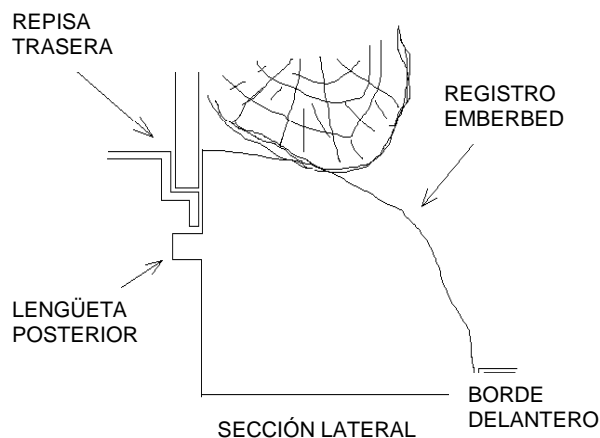

FIGURA 5
2. Localice e instale los dos tornillos en el soporte del control remoto. Coloque nuevamente los troncos insertando la lengüeta trasera del juego de troncos debajo de la saliente trasera de la chimenea y empuje hacia abajo en la saliente delantera del juego de troncos (FIGURA 5)